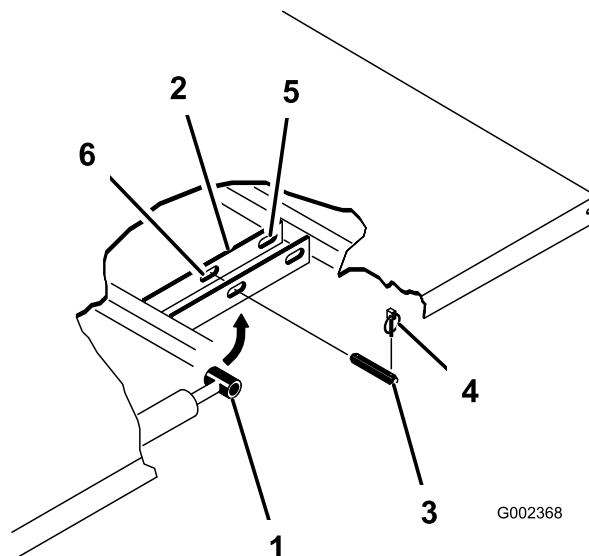

Figura 35
2. Retire los pasadores de seguridad de los extremos exteriores de los pasadores de las varillas de los cilindros (Figura 35).
3. Retire los pasadores que fijan los extremos de las varillas de los cilindros a las chapas de montaje de la plataforma empujando los pasadores hacia dentro (Figura 35).
4. Retire los pasadores de seguridad y los pasadores que fijan las placas de giro al bastidor (Figura 35).